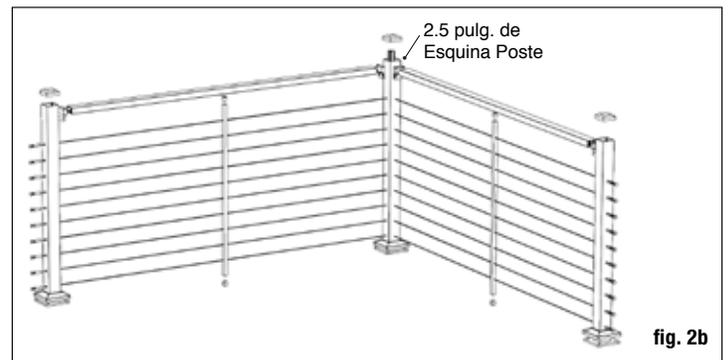
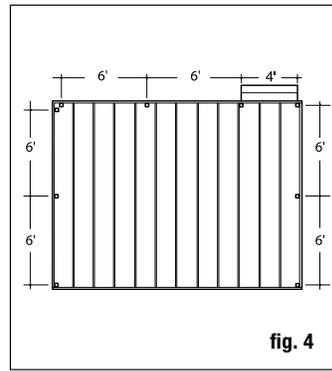

fig. 2b
fig. 4
Paso 1 Determine la disposición y el número de postes de barandal necesarios para su terraza. El espacio entre postes es de 1.83 m (6 pies) o 2.44 m (8 pies) entre centros. Los postes de cable están disponibles pretaladrados para postes de extremo, línea y esquina. El cable está disponible en tramos de 1.52, 3.05, 4.57, 6.10, 7.62, 9.14, 12.19 y 15.24 metros (5, 10, 15, 20, 25, 30, 40 y 50 pies). Se pueden hacer muchas configuraciones. Un consejo es comenzar con el tramo más visible. Es el que querrá que interfiera menos con la vista, así que puede empezar con él y seguir hacia los lados. Aplicaciones con esquinas: Al colocar cable en una esquina, no doble el cable más de 45° en ningún momento. Al girar 90°, utilice un poste de esquina (fig. 2b) o haga un giro de 2 pasos con una configuración de poste de esquina doble (fig. 4), o detenga el tendido del cable y comience un nuevo tendido. Ejemplo: una plataforma de 12' x 16' adjunta a un edificio con una abertura de acceso de 4' en un lado requerirá un total de nueve postes (ocho si se usa un poste de esquina).